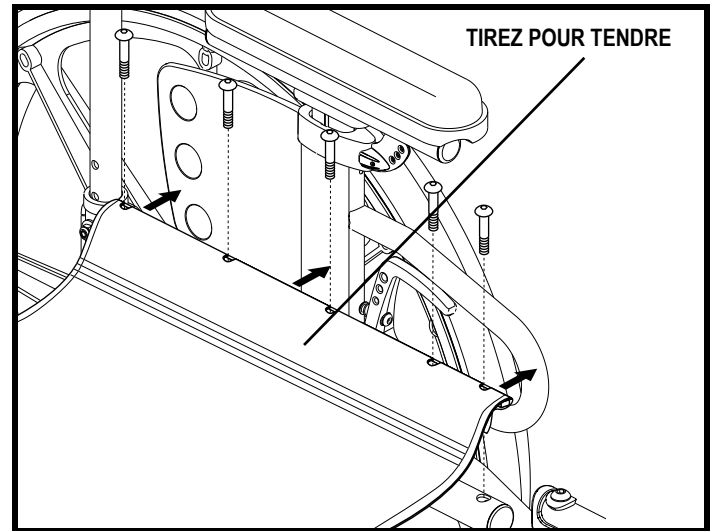

Figure 40. Réglage de la tension du siège
1. Desserrez les vis qui attachent le longeron sur le coté gauche (coté avec bande de velcro). **Voir la figure 40.**